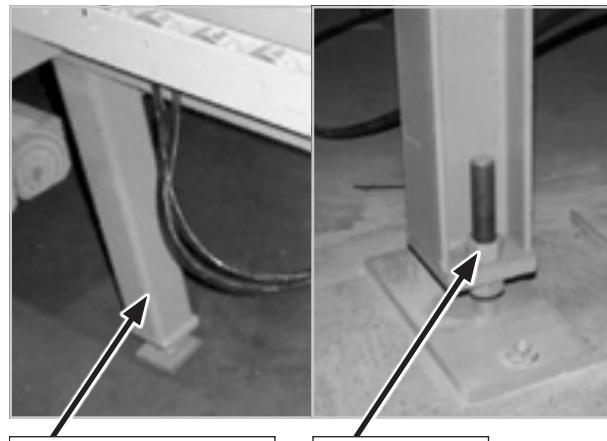

Figure 91
- S'il y a lieu, ajuster les pattes de mise à niveau (Figure 91).